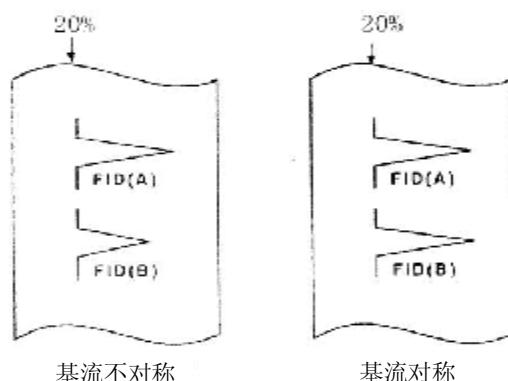

图 4-10 调正基流
取下 FID 放大器屏蔽盒输入端上的 Q9-50JKK 三通转接器（见图 3-5）。FID 放大器的灵敏度置 10^9 或 10^8 。将 FID(A) 高频电缆线的端口直接接入 FID 放大器屏蔽盒输入端。调节“调零”旋钮，使 FID(A) 的基线至色谱数据处理设备的记录量程满刻度的约 20% 处。进样一个对 FID 有响应的单组份物质，使色谱数据处理设备产生一个峰形图（但不能使之过载，可调整色谱数据处理设备的量程值、样品浓度或进样量）。然后，取下 FID(A) 高频电缆线的端口，将 FID(B) 高频电缆线的端口直接接入 FID 放大器屏蔽盒输入端，切换正、负极性，调节“调零”旋钮，使 FID(B) 的基线与 FID(A) 的基线相接，重复上述步骤，可得 FID(B) 的峰形图。若峰高或峰面积不等，可通过调节各路氢气及载气使其相等。见图 4-10。